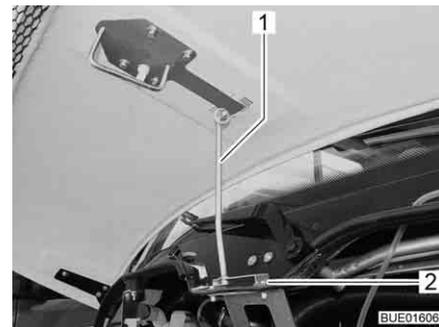

Fig. 43 Puntello cofano motore
- Estrarre il puntello (Fig. 43,1) e agganciarlo nell'attacco (Fig. 43,2).